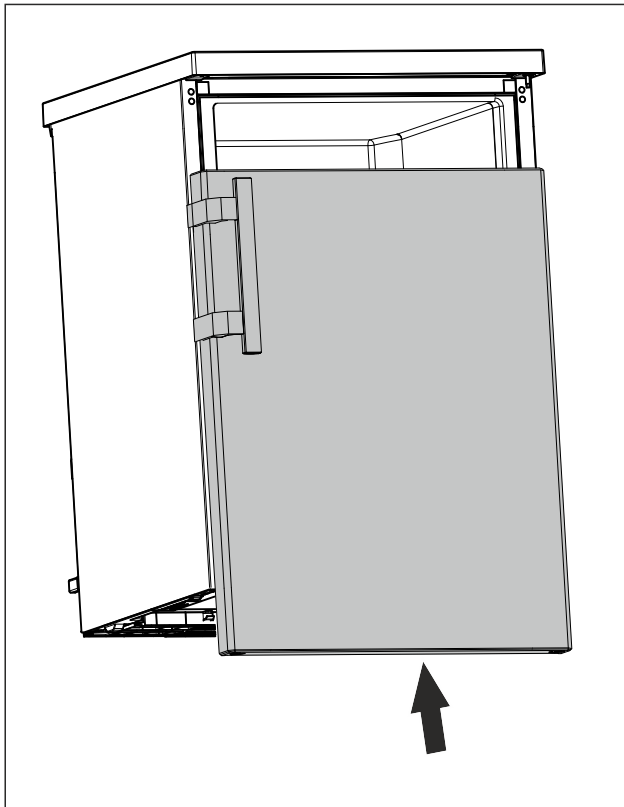

Fig. 20
- ▶ Schuif de deur op de bovenste grendel wanneer deze gesloten is. (zie Fig. 20)